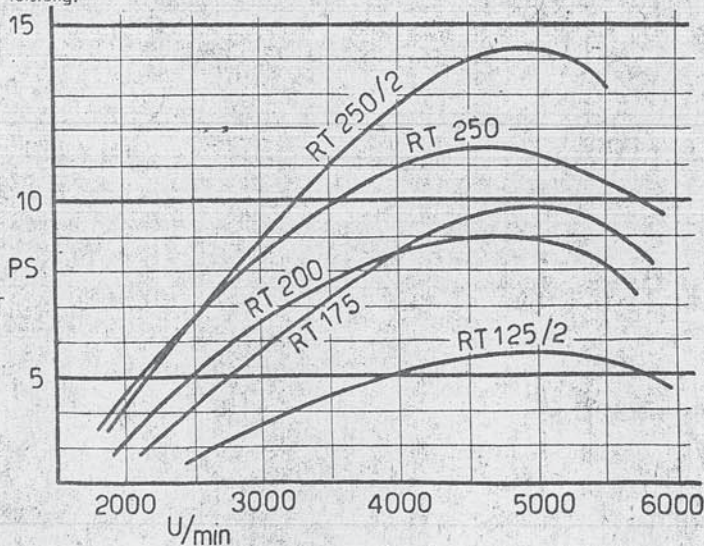

Bild 3
Die erzielten Beschleunigungen und von uns erzielten Endgeschwindigkeiten sind in Bild 3 wiedergegeben, es sind aber überall Fahrgewichte von 70 kg zu Grunde gelegt.
Wir haben bisher so viel von der Ueberdrehfähigkeit aller DKW-Motoren gesprochen, wir müssen uns daraufhin auch einmal mit dem befassen, was man Motorenzustand nennt. Es ist ja bekannt, daß Motoren nicht mit gleichmäßig guter Leistung vom Band fallen. Dazu bringt Bild 3 die Leistungskurve des besten und des schlechtesten Motors, wie sie durchschnittlich pro Arbeitstag vom Band fallen. Der schlechtere Motor hat in der Spitze ein halbes PS weniger als der gute Motor, außerdem ist der schlechte Motor bei 5500 U/min auf 9 PS heruntergefallen, während der gute Motor immer noch ungefähr 10,7 PS vorweisen kann.
**Es hängt ausschließlich vom Fahrer ab, ob aus einem anfänglich schlechten Motor nicht nach ein paar hundert Kilometern doch noch ein guter Motor wird, also ein solcher, der dieselbe Leistung, die der gute Motor in Bild 3 herzugeben in der Lage ist, bringt.**
Der schlechte Motor in Bild 3 ist ja nichts schlecht, bei ihm sind lediglich beim Herausgreifen der Teile und bei deren Zusammenbau ein paar enge Passungen zusammengelassen und die augenscheinlich geringere Leistung kommt meist nur daher, daß der Motor eben, wie man so sagt, noch „stramm geht“. In pfleglicher Hand werden solche strammgehende Motoren hinterher besonders gut und können unter Umständen eine noch etwas bessere Leistung haben als der gute Motor in Bild 3. Hiervon hängt es auch ausschließlich ab, ob der Motor über volle 1000 U/min weg in der Spitze nur unbedeutend an Leistung verliert. Das Hinführen eines zunächst steifgehenden Motors an die hohe Leistung hat man also durchaus selbst in der Hand. Wie man das macht, steht im Einfuhr-Kapitel. Gerade der Verlauf der Leistungskurve des guten Motors zwischen 4500 und 5500 U/min